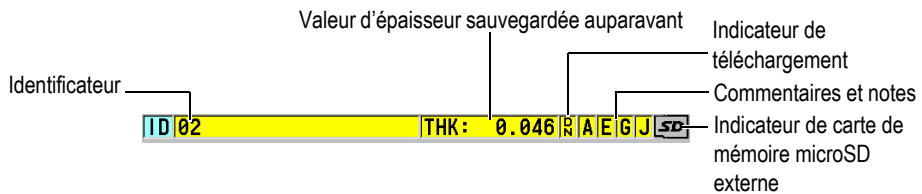

Figure 3-2 Barre d'identificateur
La barre d'identificateur, située dans la partie supérieure de l'écran de mesure, affiche l'identificateur de l'emplacement d'enregistrement actuel de la mesure d'épaisseur, la mesure enregistrée auparavant et les indicateurs de commentaires (voir la Figure 3-2 à la page 52). L'indicateur de téléchargement (R) apparaît lorsque la mesure enregistrée auparavant provient d'un fichier plutôt que d'une nouvelle mesure récemment acquise.